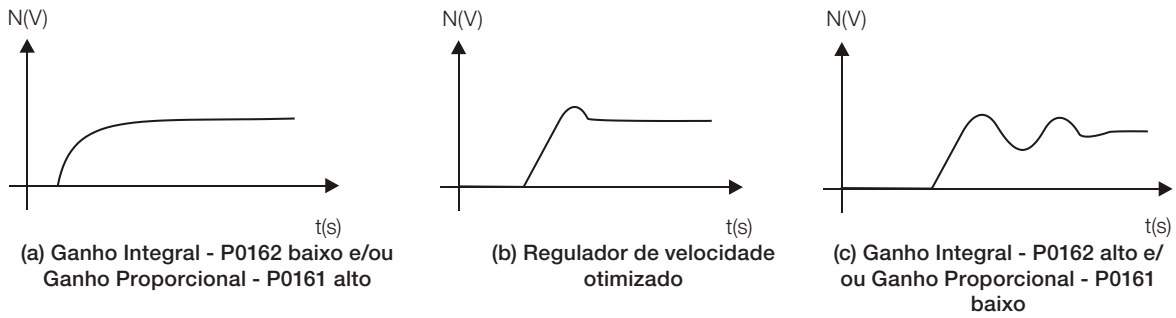

Figura 11.5: (a) a (c) - Tipos de resposta do regulador de velocidade
6. Verifique dentre as opções da Figura 11.5 na página 11-16 qual a forma de onda que melhor representa o sinal lido.
7. Ajuste P0161 e P0162 em função do tipo de resposta apresentada na Figura 11.5 na página 11-16.